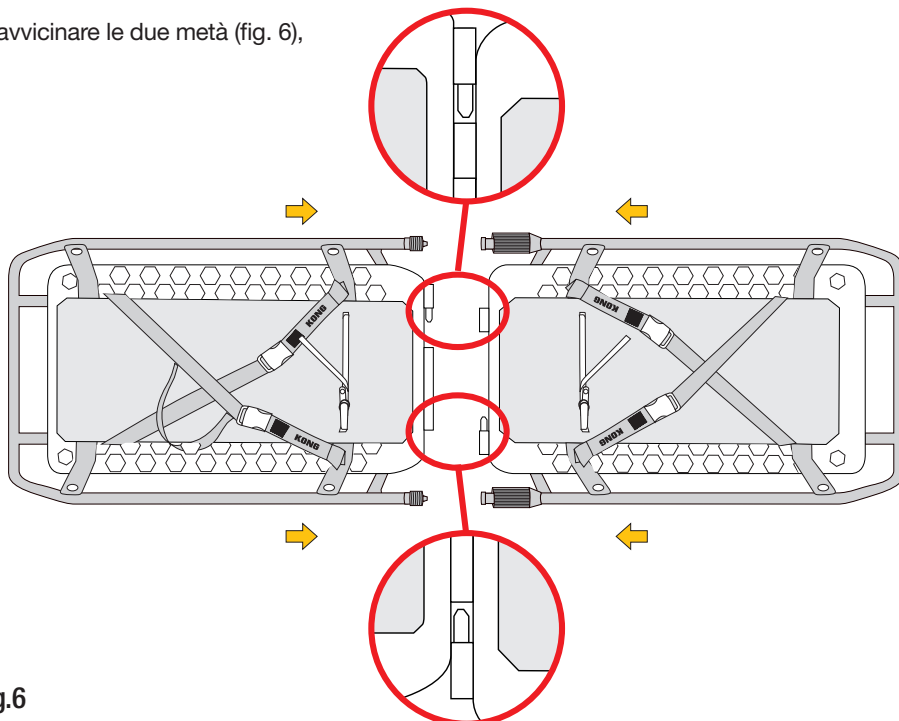

Fig.6
a) avvicinare le due metà (fig. 6),